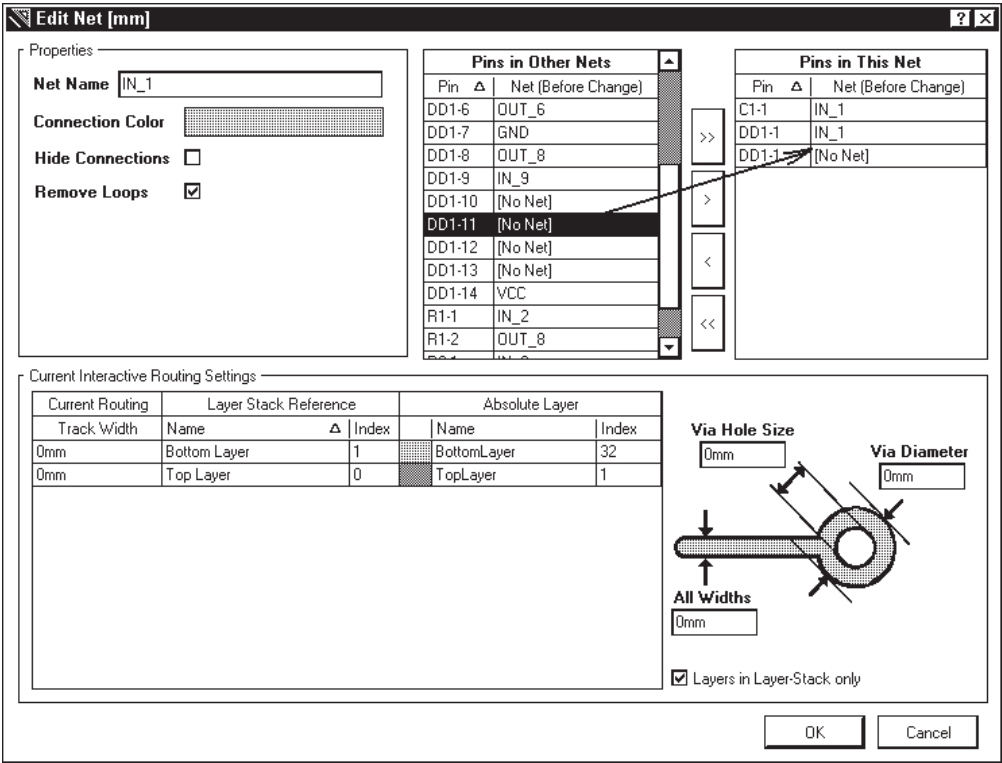

Рис. 7.29. Диалоговое окно редактирования выбранной цепи
2. Укажите курсором цепь в списке и щелчком на кнопке **Edit** откройте диалоговое окно редактирования цепи **Edit Net** — добавления к ней новых связей или удаления существующих (рис. 7.29). В верхней части этого диалогового окна располагаются три области:
4. Добавление новой цепи начинается по щелчку на кнопке **Add**. Открывается то же диалоговое окно **Edit Net** (см. рис. 7.29), с той лишь разницей, что в поле
Назначение нижней области окна **Edit Net** (см. рис. 7.29) неясно. Из названия **Current Interactive Routing Settings** следует, что в нем отображаются текущие настройки интерактивной трассировки. При этом, казалось бы, стоящие в его полях числовые значения ширины печатных проводников и межслойных переходных отверстий должны быть заимствованы из правил проектирования или переданы в правила. В действительности ничего подобного не происходит.